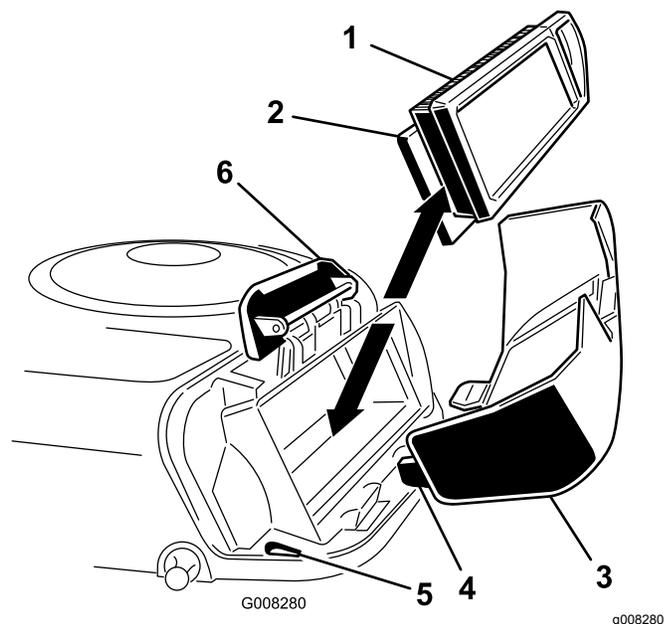

図 23
4. 傷つけないように注意しながら、ペーパー・エレメントとスポンジ・エレメントをブロア・ハウジングから抜き取る 図 23。
2. エアクリーナカバーについているタブをブロアハウジングのスロットに合わせて取り付け **図 23**。